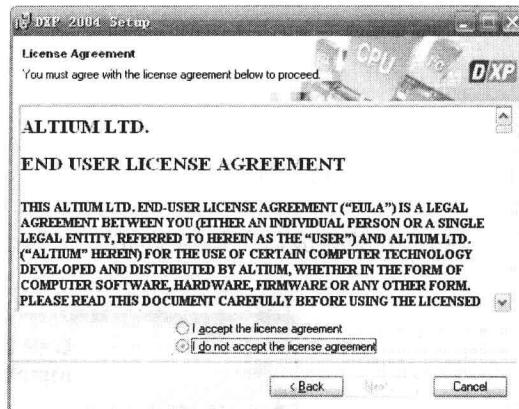

图 1-2 用户许可协议窗口
(2) 单击【Next】按钮，弹出最终用户许可协议窗口，如图 1-2 所示。